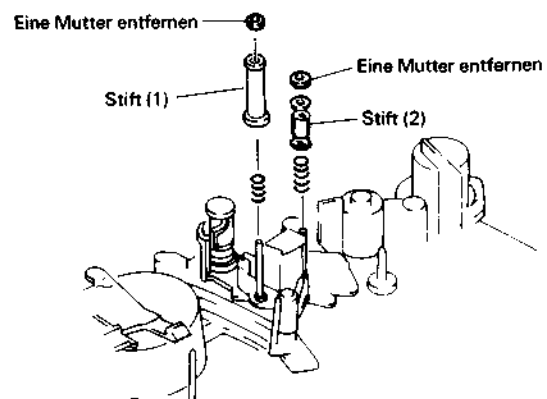

Abb. 2.87 Ausbau des Führungstiftes (1) und des Führungstiftes
Ausbau des Führungstiftes (1) und des Führungstiftes (2) (Abb. 2.87)
1. Eine (1) Mutter lösen, mit der der Führungstift (1) befestigt ist.
2. Eine (1) Mutter lösen, mit der der Führungstift (2) befestigt ist.